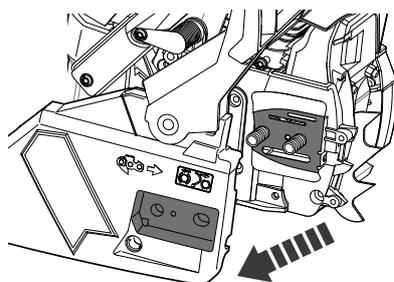

Fig. 3
- > Retirer le couvercle et l'entretoise des boulons (19) (ne pas remettre l'entretoise en place) (Fig. 3).